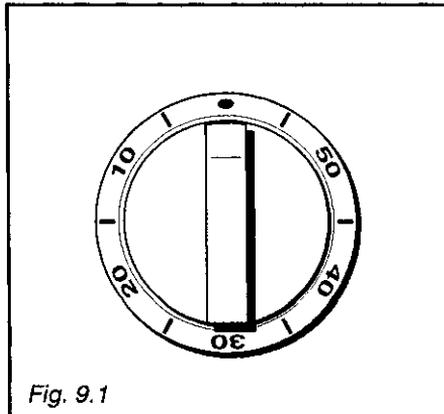

Fig. 9.1
**MINUTE COUNTER** (Fig. 9.1)
The knob (Fig. 9.1) must be rotated clockwise as far as the 60 minute position and then set to the required time by rotating it anticlockwise.
*La manette de réglage (fig. 9.1) doit être tournée dans le sens des aiguilles d'une montre jusqu'à la position de 60 minutes, et ensuite positionnée en tournant dans le sens contraire, en faisant coïncider le repère avec le temps désiré.*